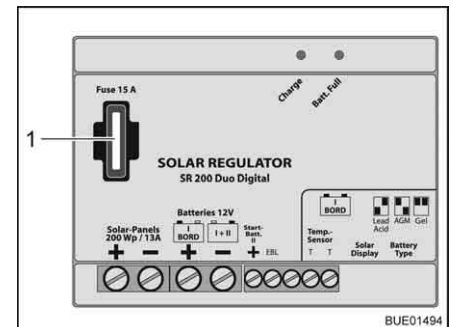

Fig. 147 Fusibile regolatore di carica del pannello solare 200 W
- Sostituire il fusibile piatto 15 A/blu (Fig. 147,1).